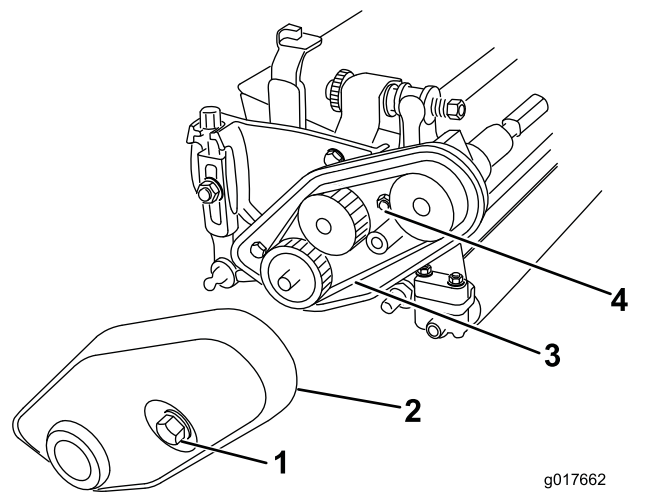

Figura 6
- Allentate il dado di tensionamento della cinghia e togliete la cinghia (Figura 6).
- Allentate i bulloni prigionieri che fissano il copricinghia all'apparato di taglio prima di rimuovere il coperchio (Figura 6).